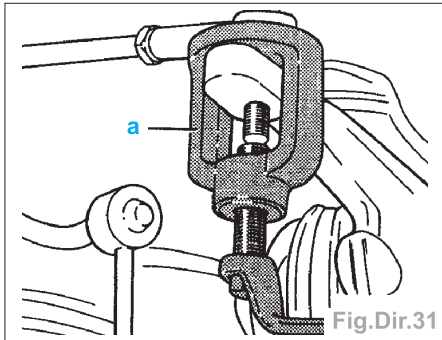

Fig.Dir.31
- Décoller du levier de direction les rotules gauche et droite de barres de direction à l'aide de l'outil (a) (Fig.Dir.31).